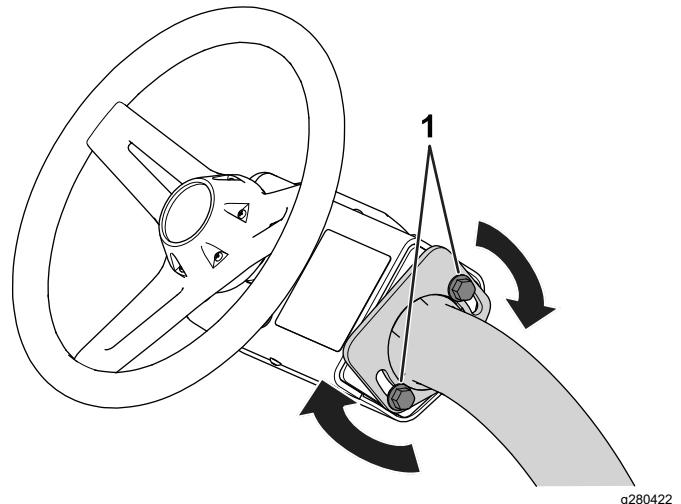

Figure 28
3. Resserrez les boulons (Figure 28) pour bloquer le volant à la position choisie.
1. Desserrez les boulons (Figure 28) qui fixent le volant au bras de direction.